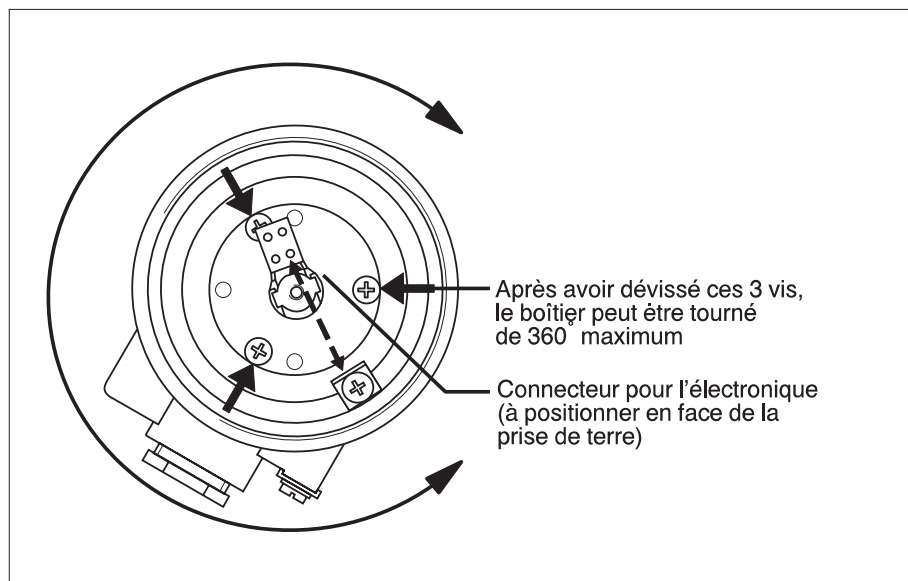

Fig. 7
- Dévisser légèrement les 3 vis dans le boîtier, voir fig. 7.